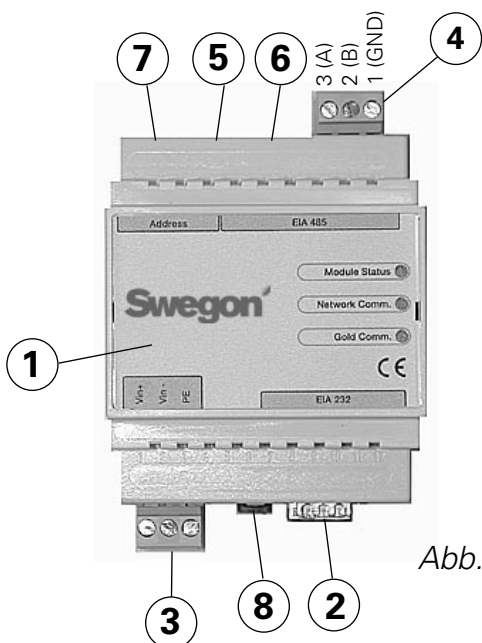
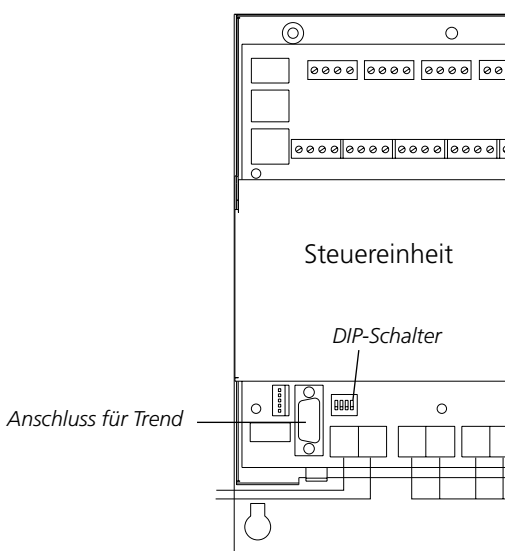
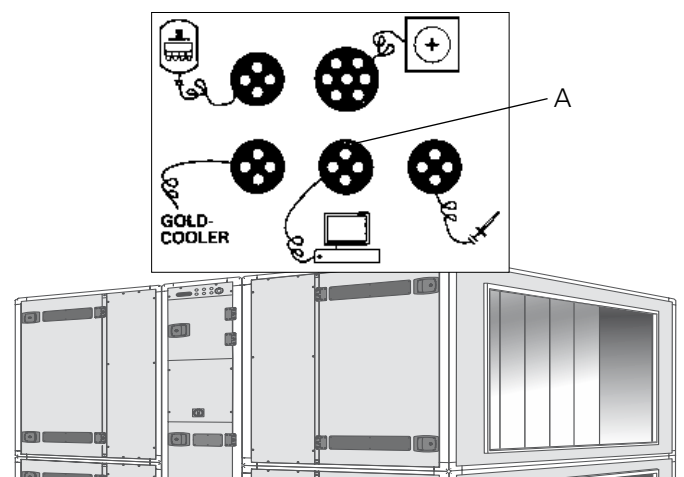

Abb. 1
Abb. 5
Abb. 6
An der Oberseite des Gerätes, bei Schnellkupplungen und Kabeldurchführungen. Anschluss der Klemmen Vin+ (1) und Vin- (2) siehe Abb. 1, für GOLDen GATE-Einheit an ein separates Netzteil mit entsprechender Kapazität oder an die 24 V AC-Klemmen des GOLD-Gerätes je nach Modell wie folgt:
Einen der Schalter 8 (siehe Abb. 1) bei Konfiguration auf ON stellen. Der Schalter muss vor Anschluss der 24 V Speisung auf ON stehen.
Wenn die Konfiguration abgeschlossen ist und alle Parameter gespeichert sind, ist die Einheit über 30 Sekunden hinweg stromlos zu schalten, bevor die Einstellungen übernommen werden. Alle Schalter 8 (siehe Abb. 1) auf OFF stellen.
Version C (siehe Abb. 1 und 4)
Version B (siehe Abb. 5)
Beiliegendes Datenkommunikationskabel mit 6-poligem Modularstecker RJ12 an 6 anschließen (siehe Abb. 1) und den 9-poligen D-Substecker an das GOLD-Gerät (siehe Abb. 5). DIP-Schalter 4 auf der Steuereinheit des GOLD-Gerätes muss in Stellung ON, der DIP-Schalter 3 in Stellung OFF stehen, siehe Abb. 5.
Version 4/A (siehe Abb. 6)
Beiliegendes Datenkommunikationskabel mit 6-poligem Modularstecker RJ12 an 6 anschließen (siehe Abb. 1) und den runden an das GOLD-Gerät (siehe Abb. 6).